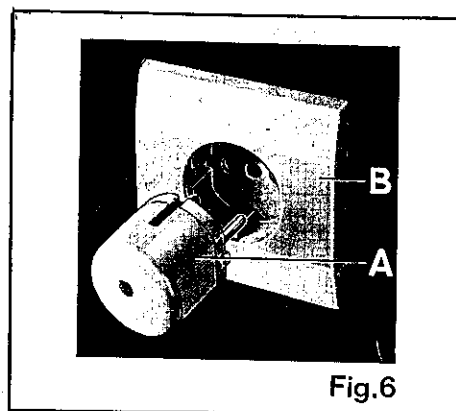

Fig. 6
- se la presa di corrente "B" (fig. 6) porta il contatto di terra ed è del tipo adatto alla spina (fig. 6) di cui è dotata la macchina, basterà inserire la spina stessa nella presa per assicurare il collegamento generale di messa a terra;